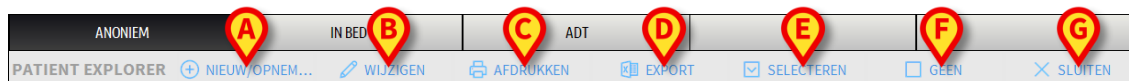

Fig 107
De werkbalk (Fig 107) heeft toetsen waar verschillende handelingen mee kunnen worden verricht.
- 1) **Nieuwe/Opname patiënt** (Fig 107 **A**) – Met deze toets kan een nieuwe patiënt in de database worden ingevoerd en worden toegewezen aan een bed (zie paragraaf 6.13.1 voor de gedetailleerde procedure).
- 2) **Patiënt Wijzigen** (Fig 107 **B**) – Met deze toets kunnen de gegevens van de patiënt worden bewerkt (zie paragraaf 6.13.2).
- 3) **Afdrukken** (Fig 107 **C**) - Wanneer deze toets is ingeschakeld, kan hiermee het momenteel op het scherm weergegeven rooster worden afgedrukt.
- 4) **Exporteren** (Fig 107 **D**) - Wanneer deze toets is ingeschakeld, kunnen hiermee de huidige gegevens naar een XLS-bestand worden geëxporteerd.
- 6) **Geen** (Fig 107 **F**) – Met deze toets kan een patiënt worden gedeselecteerd wanneer hij/zij is geselecteerd. Nadat op de toets **Geen** wordt geklikt, verdwijnt de naam van de eerder geselecteerde patiënt van toets **Patiënt** (zie paragraaf 6.13.8).
- 7) **Sluiten** (Fig 107 **G**) – Deze toets sluit de zoekpagina (zie paragraaf 6.13.9).